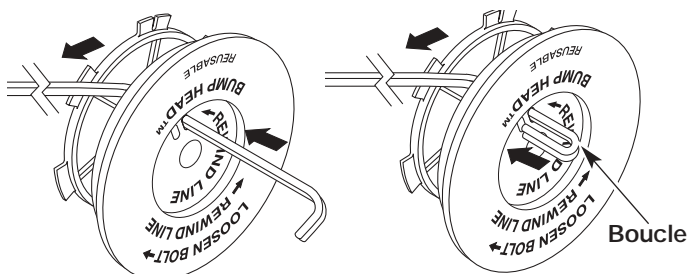

Fig. 17
- Découpez environ 3 m (10 pi) de fil neuf. Insérez une extrémité de fil dans l'un des deux trous du moulinet intérieur (Fig. 17). Tirez le fil jusqu'à ne laisser que 10 cm (4 po) environ.
- Insérez l'extrémité du fil dans le trou ouvert du moulinet et tirez sur le fil pour que la boucle soit le plus petit possible (Fig. 17).